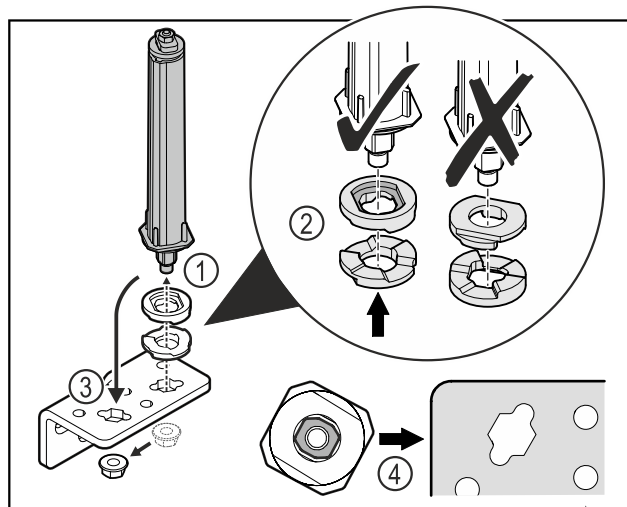

Fig. 40
- Mutter lösen und Türschließsystem entfernen Fig. 40 (1).
- Auf die korrekte Ausrichtung der Höhenverstelleisen achten Fig. 40 (2).
- Türschließsystem im Scharnierwinkel umsetzen und mit der Mutter fixieren Fig. 40 (3).
- Beim Einsetzen auf die korrekte Ausrichtung des Türschließsystems achten Fig. 40 (4).